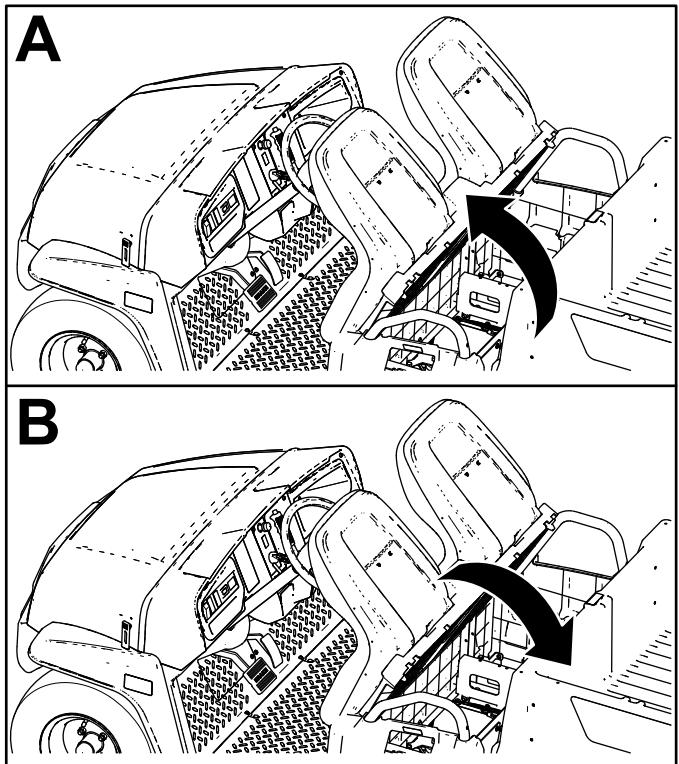

Figura 25
Para elevar el conjunto de asientos, empuje el conjunto de asientos hacia adelante hasta que descance sobre el volante (Figura 25).
Para bajar el conjunto de asientos, empuje el conjunto hacia atrás hasta que encaje en su posición inicial (Figura 25).
1. Empuje el conjunto de asientos hacia adelante a la posición elevada (Figura 25).